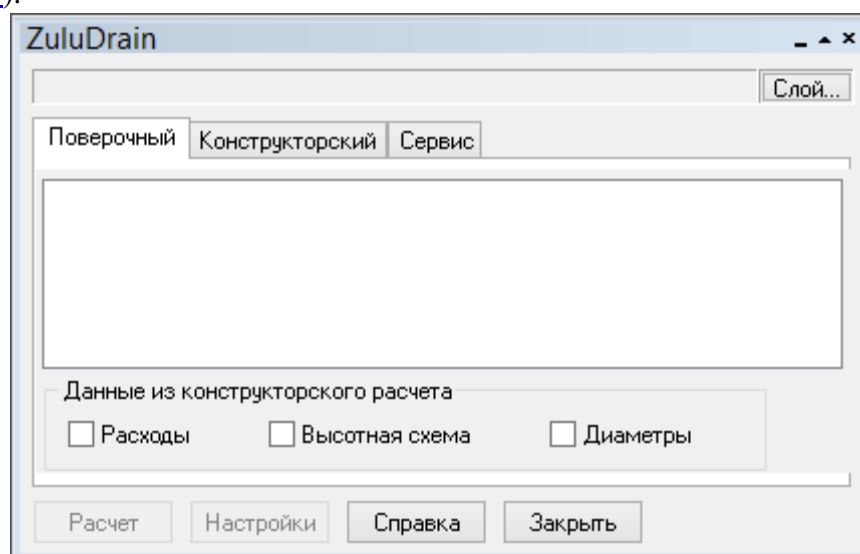

Рисунок 88. Панель расчетов
1. Выполните команду главного меню Задачи/ZuluDrain или нажмите кнопку  на панели инструментов. На экране появится панель расчетов (Рисунок 88, «Панель расчетов»).